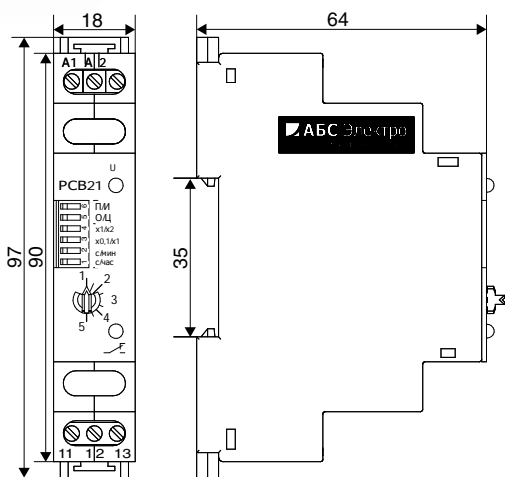

Рисунок 3. Реле с креплением на DIN-рейку
- на DIN-рейку 35 мм (рисунок 3).